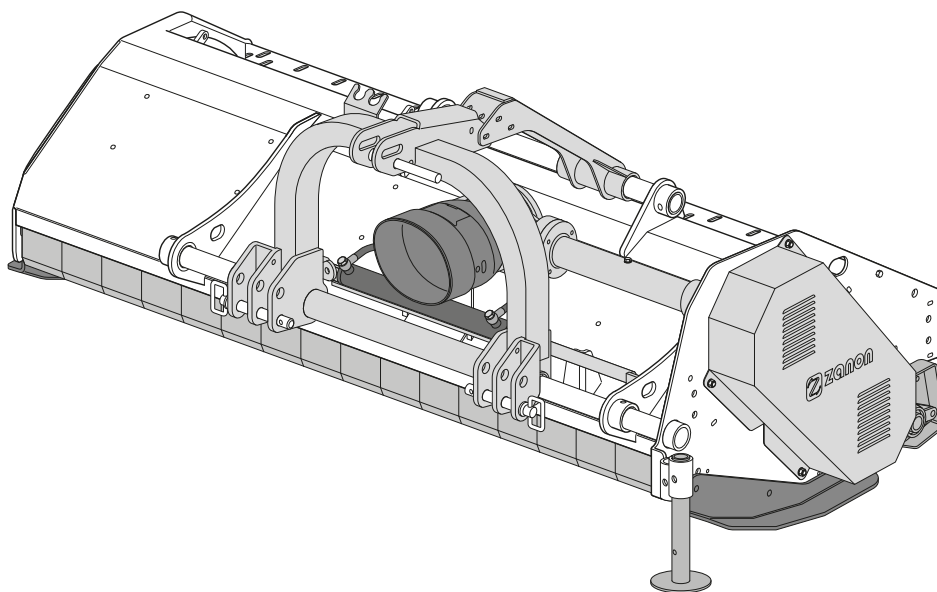

Fig. 13
- En posición de aparcado, utilice las patas de apoyo correspondientes (**Fig. 13**).